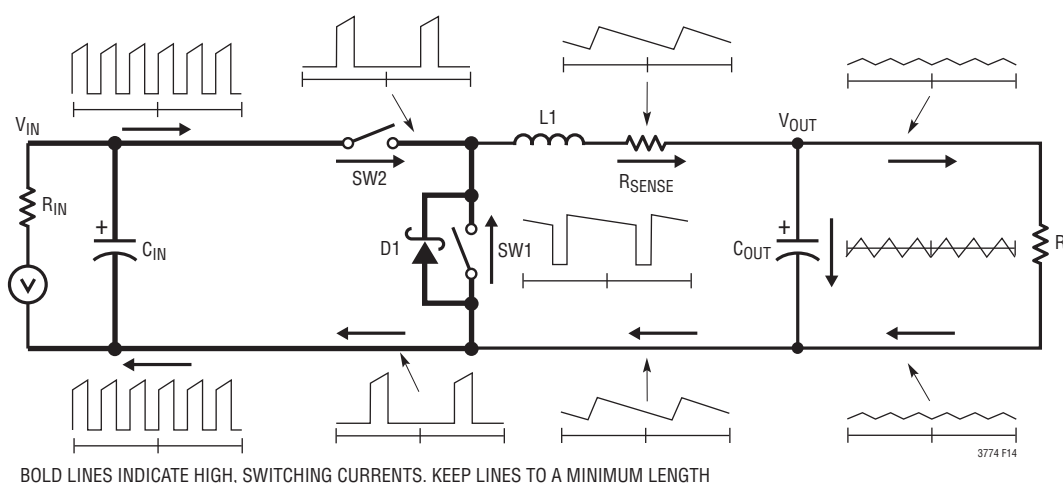

図14. 分岐電流の波形
プリント回路基板をレイアウトするときは、以下のチェックリストを使用して、このデバイスが正しく動作するようにします。これらの項目は図14のレイアウト図にも示してあります。PC基板のレイアウトでは以下の項目をチェックしてください。
7. I_{TH}ピンと信号グランド間の47pF～330pFのセラミック・コンデンサはできるだけデバイスに近づけて配置します。スイッチング・レギュレータの全てのブランチ電流を図14に示します。電流波形を検討すると、高スイッチング電流経路の物理的なサイズを小さく保つことが重要な理由が非常に明確になります。これらの**ループ**から、まさに無線局が信号を送信するように強い電磁界が放射されます。出力コンデンサのグランドは入力コンデンサの負端子に戻し、どのスイッチ電流経路とも共通グランド経路を共用しない必要があります。回路の左半分は、スイッチング・レギュレータによって生成される**ノイズ**の発生源になります。非常に大きなスイッチ電流が流れるので、同期MOSFETとショットキ・ダイオードのグランド終端は、絶縁された短いPCトレースを使って入力コンデンサの下側プレートに戻します。外部OPTI-LOOP[®]補償は最適化されていないPCレイアウトには過補償となり、この設計手順は推奨できません。